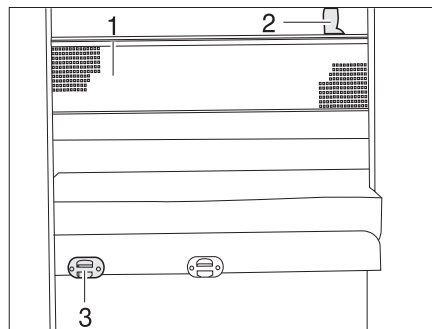

Fig. 169 Rete protettiva
- Agganciare la scaletta di accesso con i longheroni nell'apposito supporto (Fig. 169,3) al diaframma.
La rete protettiva (Fig. 169,1) è stivata sui modelli di serie tra il materasso e il telaio portamaterasso. Fissare la rete protettiva soltanto dopo che la persona si è già stesa nel letto.
- Fare innestare i nastri di sostegno (Fig. 169,2) nei supporti sul soffitto.